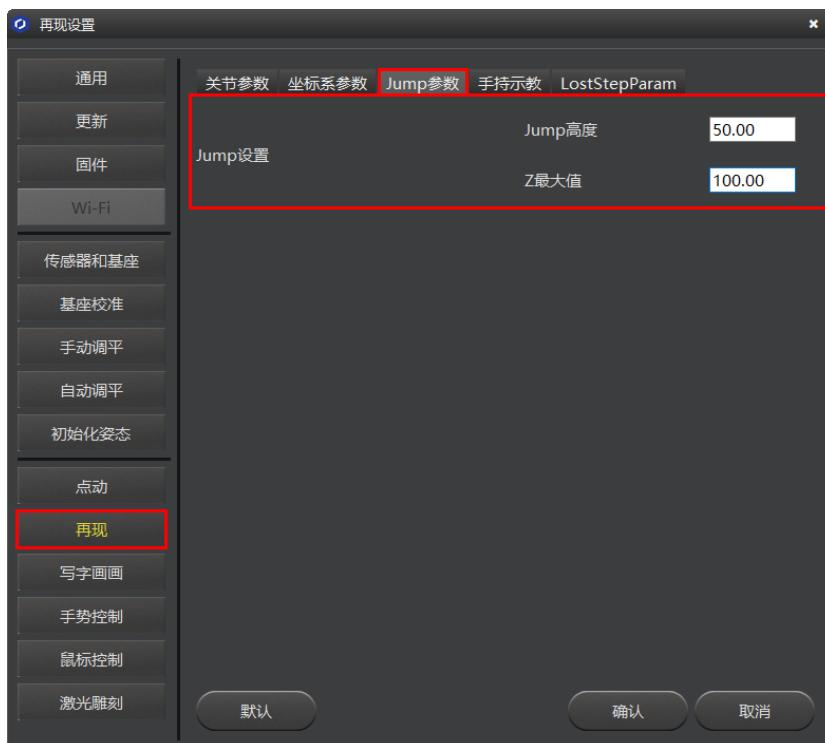

图 5.29 Jump 参数
- 设置抬升高度（Jump高度）和最大抬升高度（Z最大值）。在“设置 > 再现 > Jump参数”页面进行设置。如图 5.29 所示。